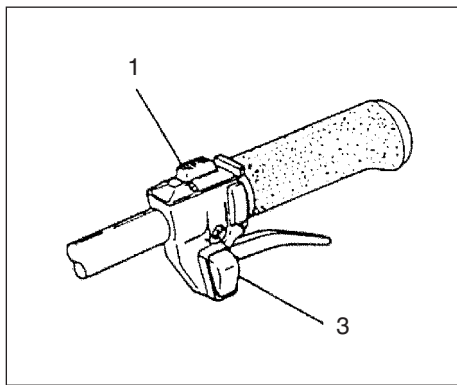

Fig. 2-2
Start (Fig. 2-2, 2B)
1. Skjut tändomkopplaren (1) i ON-läge. (Fig. 2-2)